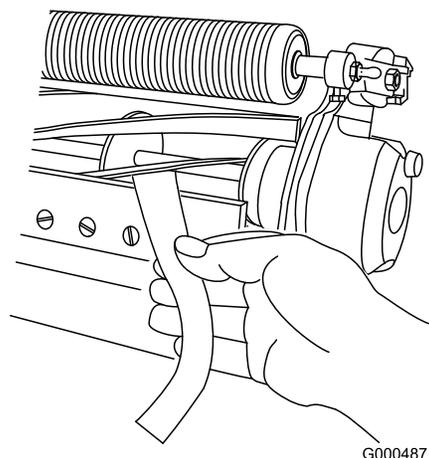

図 12
- B. 刃合わせチェックペーパーを、リールとベッドナイフとの間にに入れてベッドナイフに対して直角にセットし (図 12)、リールをゆっくりと前転させる紙が切れれば適切。切れなければステップ A と B を繰り返す。
11. 刃合わせチェックペーパー Toro P/N を、リールとベッドナイフとの間にに入れてベッドナイフに対して直角にセットし (図 12)、リールを **ゆっくり** と前転させる紙が切れれば適切。左右のベッドバー調整ボルトをそれぞれ1クリックだけ締め、もういちど紙を切るテストを行う。紙が切れるまでこれを繰り返す。